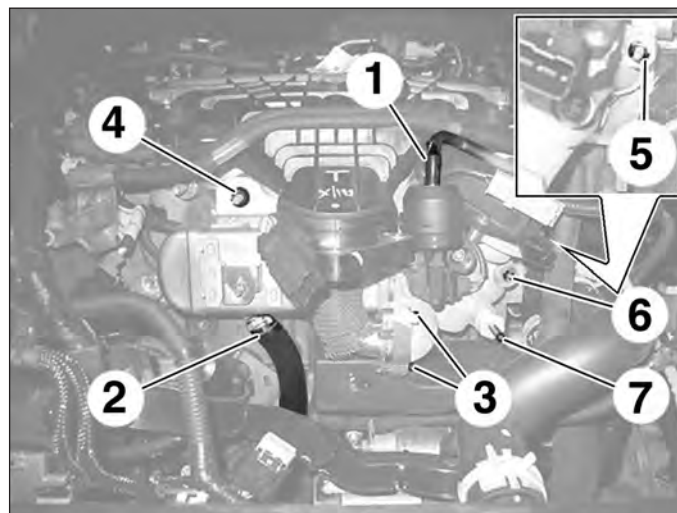

FIG.100
- le tuyau de dépression (1) (Fig.100),
- la durit de refroidissement (2).
- les vis (3),
- les écrous (4) et (5),
- la vis (6),
- la vis colonnette (7),